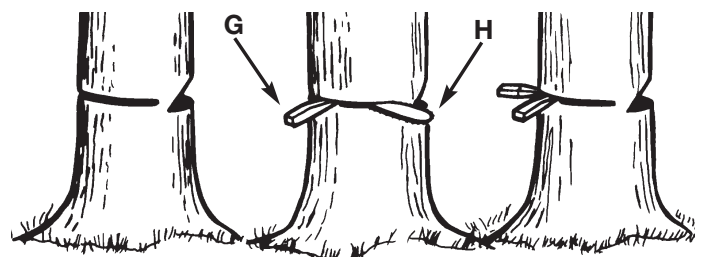

Fig. 10
1. Utiliser des cales de bois ou plastique (G) pour empêcher la chaîne ou le guide-chaîne (H) de se coincer dans le trait d'abattage. Les cales contrôlent aussi la chute (Fig. 10).
1. Le Chain Brake® est DECLENCHE (position de désengagement; la chaîne bouge) quand le levier de frein est repoussé vers l'arrière et bloque (Fig. 10).